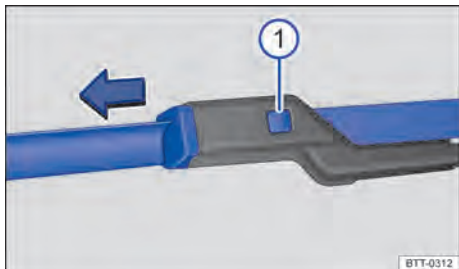

Fig. 162 Sustituir las escobillas de los limpiaparabrisas.
- Mantenga la tecla de desbloqueo → **fig. 162 ①** pulsada y, al mismo tiempo, retire la escobilla de los limpiaparabrisas en el sentido de la flecha.